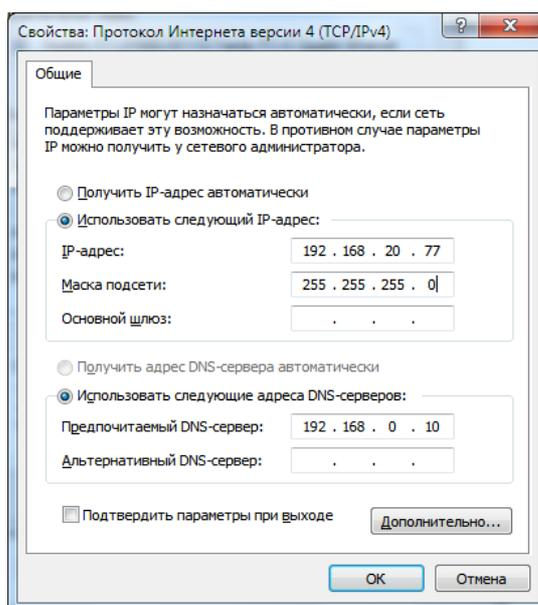

Рисунок 26 – Диалог "Свойства: Протокол Интернета (TCP/IP)"
- 3) Откройте свойства сетевого подключения и в соответствующем диалогом окне (см. Рисунок 26) установите IP-адрес компьютера в подсети 192.168.20.* (например 192.168.20.77) или в подсети, соответствующей ранее установленному IP-адресу контроллера.